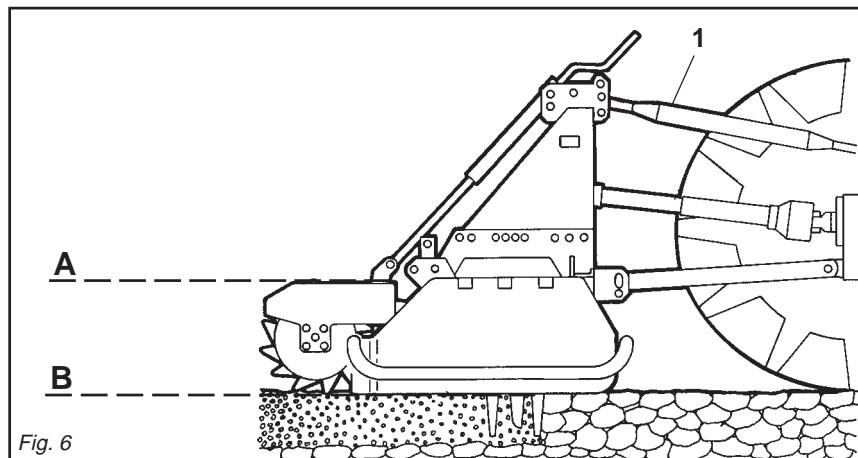

Fig. 6
- 4 - Collegare il terzo punto superiore ed effettuare una corretta regolazione con il tirante (1 Fig. 6) verificando che il piano superiore della macchina (A Fig. 6) risulti parallelo al piano terra (B Fig. 6). Ciò è molto importante allo scopo di ottenere il parallelismo tra asse albero presa di forza della macchina e quello della presa di forza del trattore. Operare in queste condizioni significa limitare le sollecitazioni sulla presa di forza stessa e prolungare la durata dell'albero cardanico e della macchina stessa.
- 4 - Connect the upper third-point and correctly regulate by means of the adjuster (1 Fig. 6), checking that the upper surface of the machine (A Fig. 6) is parallel to the ground (B Fig. 6). This is very important since it achieves parallelism between the axis of the machine and that of the tractor pto. When the implement operates in these conditions, there will be less stress on the pto itself while the cardan shaft and implement will be much less subject to wear.
- 4 - Den oberen Kupplungspunkt anschließen und den oberen Lenker (1 Abb. 6) korrekt einstellen. Sicherstellen, daß die obere Haubenkante der Maschine (A Abb. 6) parallel zum Boden (B Abb. 6) steht. Das ist sehr wichtig, um die Parallelität zwischen der Achse der Maschine und der der Schlepper-Zapfwelle zu erhalten. Wenn diese Parallelität gegeben ist, wird die Zapfwelle weniger belastet und das Leben von Gelenkwelle und Gerät wird verlängert.
- 4 - Reliez le troisième point supérieur et réglez correctement à l'aide du tirant (1 Fig. 6). Assurez-vous que le plan supérieur de la machine (A Fig. 6) soit pratiquement parallèle au terrain (B Fig. 6). Ceci est très important en vue d'obtenir le parallélisme entre l'axe de la machine et celui de la prise de force du tracteur. Travailler dans ces conditions signifie limiter les sollicitations sur la prise de force et prolonger la durée de l'arbre à cardans, mais aussi de la machine.
- 4 - Conectar el tercer punto superior y efectuar una correcta regulación con el tirante de regulación (1 Fig. 6) controlando que el plano superior de la máquina (A Fig. 6) resulte paralelo al plano al nivel del suelo (B Fig. 6). Esto es muy importante para obtener paralelismo entre el eje de la máquina y el eje de la toma de fuerza del tractor. Esto permite limitar los esfuerzos sobre la toma de fuerza misma y hacer durar el árbol cardánico y la máquina misma.